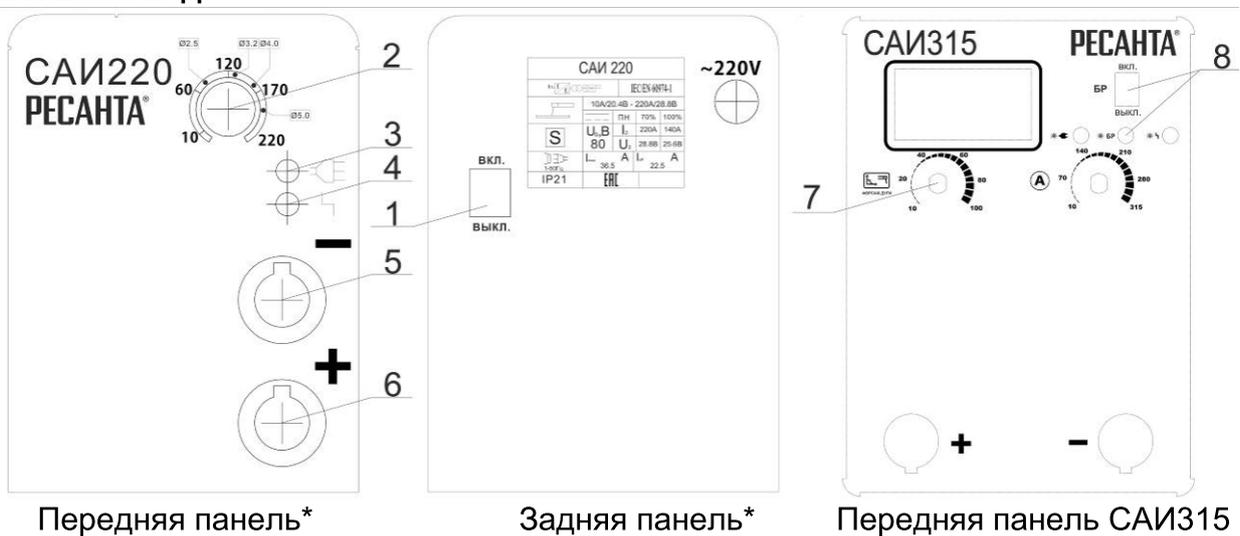

рис. 1
Изделие выполнено в металлическом корпусе. На передней панели имеется регулятор величины сварочного тока (рис.1 поз.2), индикатор "сеть" (рис.1 поз.3), индикатор "перегрев" (рис.1 поз.4), а также силовые разъемы подключения сварочных кабелей (рис.1 поз.5,6). Аппарат оснащен принудительной системой вентиляции, ввиду этого, категорически запрещается закрывать чем-либо вентиляционные отверстия в корпусе.
1. Присоединить к силовым клеммам (см. рис.1 поз. 5 и 6) аппарата кабель с электрододержателем и кабель заземления в зависимости от требуемой для данной марки электрода полярности. В большинстве случаев кабель с
2. Убедиться в том, что выключатель "Сеть" (рис.1 поз. 1) находится в положении "ВЫКЛ".
4. Убедиться в том, что регулятор (рис.1 поз. 2) находится в положении минимального сварочного тока.
5. Включить аппарат выключателем "Сеть" (рис.1 поз.1).
6. Вставьте необходимый электрод в электрододержатель и поворотом регулятора величины сварочного тока (рис.1 поз. 2) установите требуемое значение, согласно нижеприведенной таблице. Рекомендуется всегда следовать инструкциям производителя электродов, так как в ней указаны и полярность подсоединения кабелей, и оптимальный ток сварки.
8. После окончания производства сварочных работ установить регулятор (рис.1 поз. 2) в положение минимального сварочного тока.
9. Выключить аппарат выключателем "Сеть" (рис.1 поз.1).
- Держа сварочную маску перед лицом, «чиркните» электродом по поверхности свариваемой детали (как при зажигании спичкой). Данный метод наиболее продуктивный для зажигания сварочной дуги (рис.1).
1. Не горит индикатор "Сеть" (рис.1 поз.3)	1.Проверить подключение аппарата к сети. 2.Проверить положение выключателя "Сеть".
3. Загорается индикатор "Перегрев" (рис.1 поз.4)	1.Превышение величины ПН. Температура внутри аппарата высокая – дайте остыть аппарату. 2.Повышенное скопление пыли в аппарате – обратиться в сервисный центр